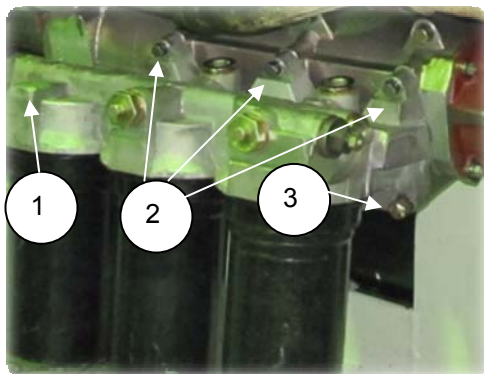

Рис. 2.12
1. Снять фильтр очистки масла (1) (8502.1012010), отвернув 5 болтов М10 (2) и один болт М12 (3) его крепления (S=17) (рис. 2.12).